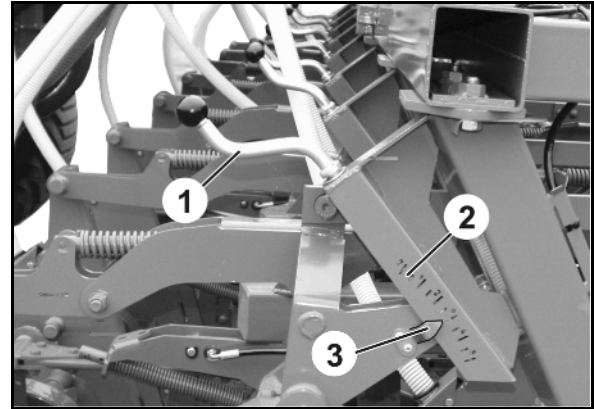

Fig. 83
8. Das Reibrad mit der Abdehkurbel (Fig. 83/1) so lange in Pfeilrichtung drehen, bis alle Kammern der Dosierwalzen mit Saatgut gefüllt sind und ein gleichmäßiger Saatgutstrom fließt.
10. Das Reibrad mit der Abdehkurbel (Fig. 83/1) in Pfeilrichtung drehen.